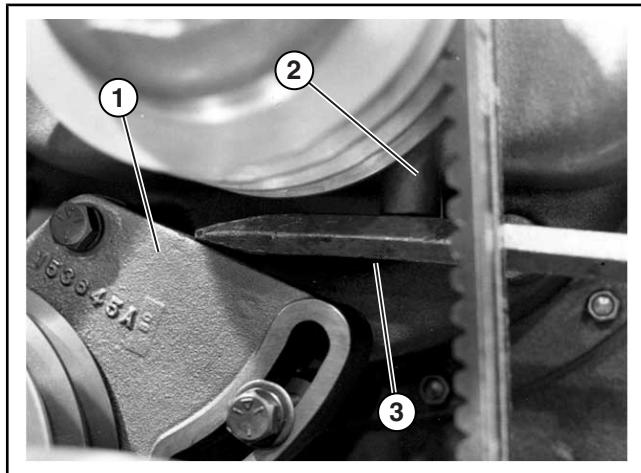

Рисунок 7.05-10: Натяжение приводного ремня водяного насоса контура рубашки
- 4. Чтобы отрегулировать натяжение ремня, вставьте клин между верхним краем кронштейна натяжного шкива и прокладкой рычага с левой стороны водяного насоса (см. Рисунок 7.05-10). Чтобы затянуть приводные ремни, используйте прокладку рычага как шарнир и отожмите клин, чтобы сместить вниз кронштейн натяжного шкива.